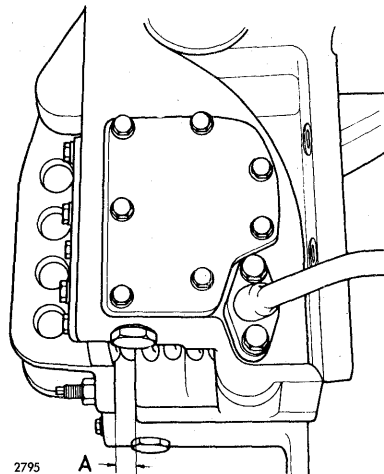

Fig. 40.
1. Trykstangsophængets to selvslående møtrikker trækkes til, således at de begge ligger an, og således at spillerummet mellem hydraulikhusets bearbejdende flade og trykstangsophæng er 11,5 mm - se fig. 40. Stopskruen skal være skruet helt ud.